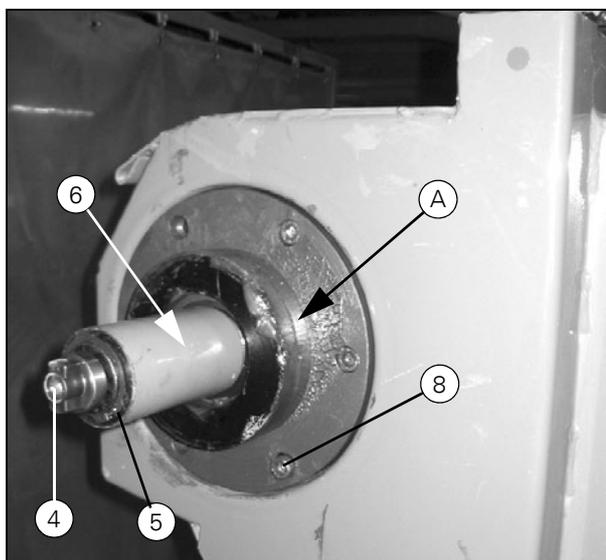

Рисунок 20
**ВАЖНОЕ ЗАМЕЧАНИЕ:** Установите стопорное кольцо в корпус с правой стороны, не устанавливайте кольцо с левой стороны. При установке подшипникового корпуса убедитесь, что центральное отверстие на латунном подшипнике (А) (Рис. 20) направлено вперед.